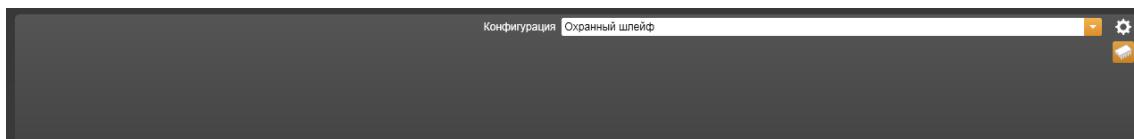

Рисунок 14.14.27 – Свойства Охранной адресной метки АМ1-О
13) **Охранная адресная метка АМ1-О** (Рисунок 14.14.27).